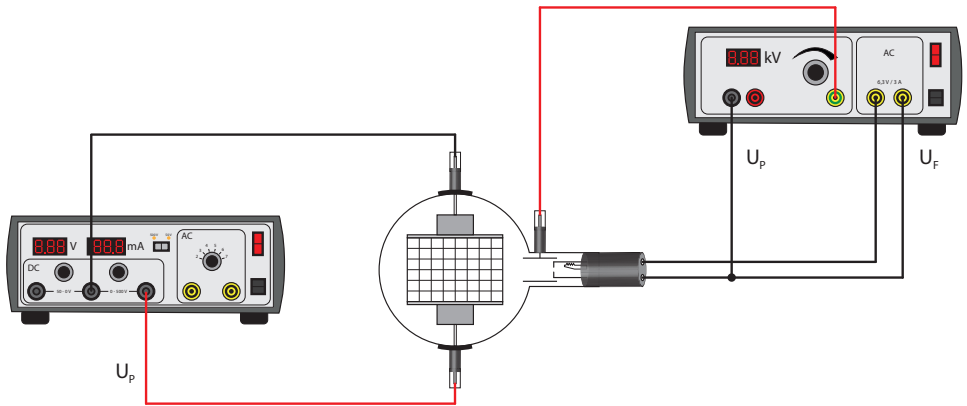

Figure 2
- Procédez au câblage du tube comme le montre la figure 2. Branchez le pôle négatif de la tension anodique à la prise de 4 mm marquée du signe « moins » sur le col du tube.
Réalisez le montage comme sur la figure 2.